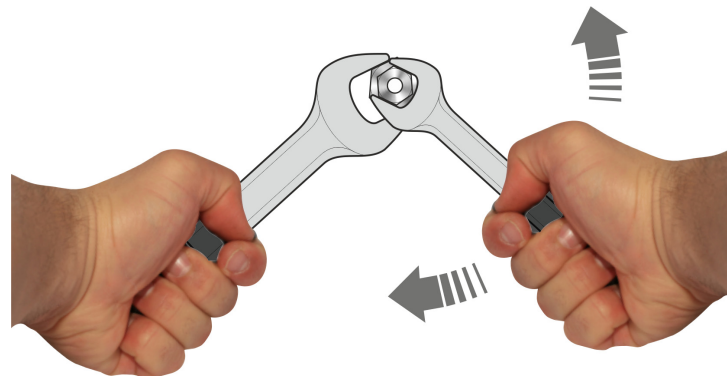

Abb. 2. Richtiges Montieren/Demontieren von Armaturen
**WARNUNG!** Es ist sehr wichtig, dass Sie beim Montieren/Demontieren von Armaturen zum Wechseln von Filtern oder Anschließen von Gasen an den bereits montierten Armaturen stets kontern, um Beschädigungen an den bestehenden Verbindungen zu vermeiden (siehe Abb. 2).